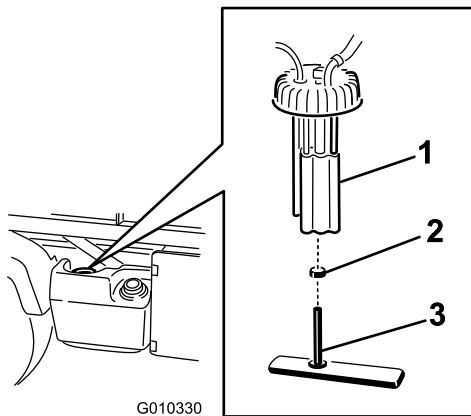

Figure 38
2. Débranchez les connecteurs des faisceaux de câblage de la pompe à carburant (Figure 38).
3. Desserrez le collier et débranchez la conduite d'alimentation du bouchon de la pompe à carburant (Figure 38).
4. Retirez le bouchon de la pompe à carburant au sommet du réservoir de carburant (Figure 38).
5. Déposez la pompe à carburant et le filtre à carburant du réservoir (Figure 38).
7. Débranchez le flexible du raccord (Figure 38).